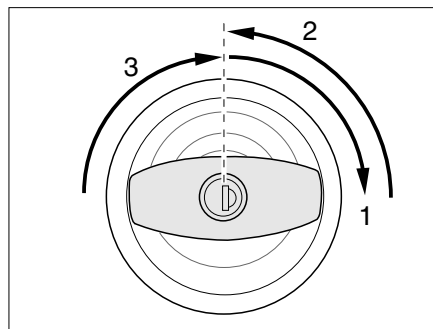

Bild 18 Türschloss Eingangstür, außen, öffnen
- Schlüssel in Schließzylinder stecken und im Uhrzeigersinn drehen (Bild 18,1), bis das Türschloss entriegelt ist.
- Schlüssel in Mittelstellung zurückdrehen (Bild 18,2) und abziehen.
- Türknauf im Uhrzeigersinn drehen (Bild 18,3), bis Türschloss entriegelt ist.